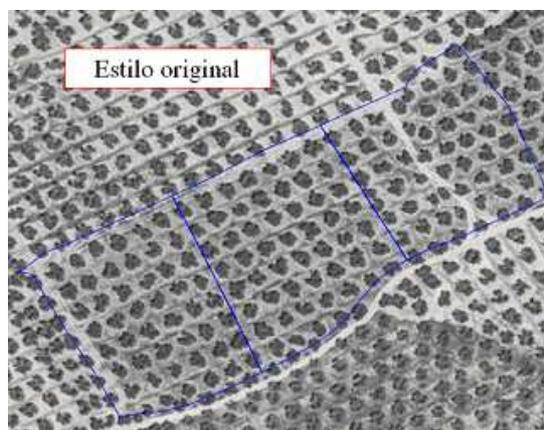

Fig. 46
- **Original:** permite recuperar el estilo original (sin relleno) de la representación gráfica de un recinto, cuando este haya sido modificado por otro (Fig. 46).